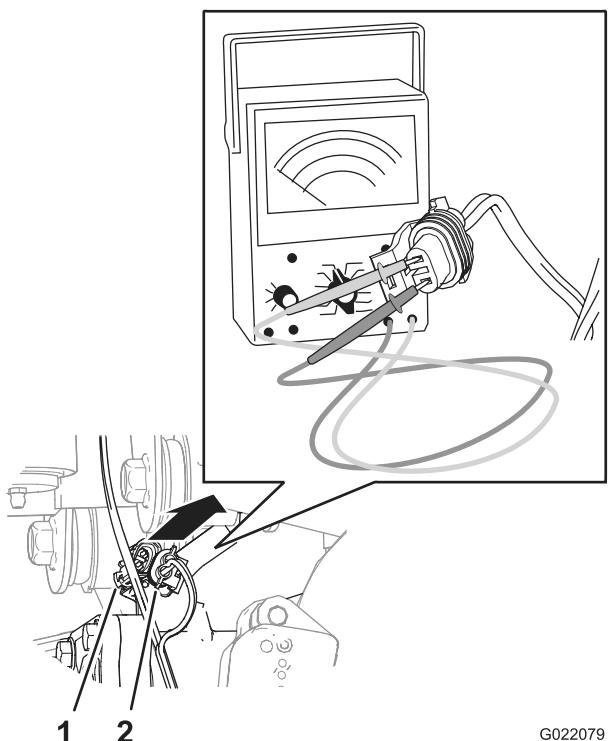

Figura 17
- Remova o conector de 2 tomadas da cablagem da máquina do conector de 2 pinos da cablagem do diferencial (Figura 17).
- D. Insira os cabos do voltímetro/ohmímetro no conector de 2 tomadas para a máquina (Figura 17).
5. Instale o conector de 2 tomadas da cablagem da máquina no conector de 2 pinos da cablagem do diferencial (Figura 17).